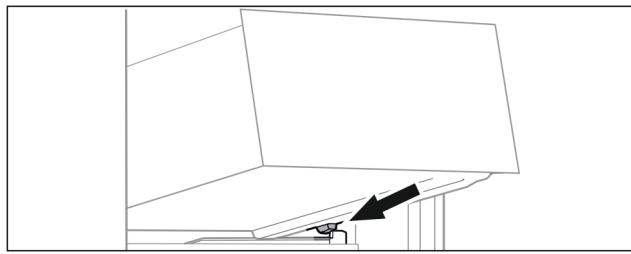

Fig. 25
- Nasadťte zásuvku šikmo za zarážkami na rebro nádoby. (pozri Fig. 25)